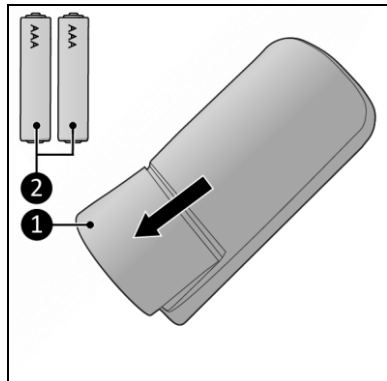

Abbildung 16
1. Entfernen Sie die Batterieabdeckung (Abbildung 16, Pos. 1).
2. Legen Sie zwei AAA 1,5 V-Batterien (Abbildung 16, Pos. 2) in das Batteriefach ein. Stellen Sie sicher, dass die Batterien richtig eingelegt sind.